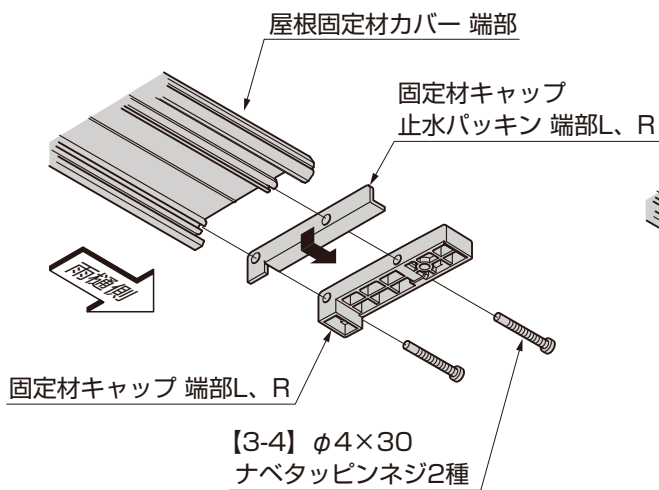

図9-10 端部
- ① 固定材キャップ止水パッキン 端部L、R、固定材キャップ 端部L、Rを屋根固定材カバー 端部の雨樋側に【3-4】で取付けてください。(図9-10参照)